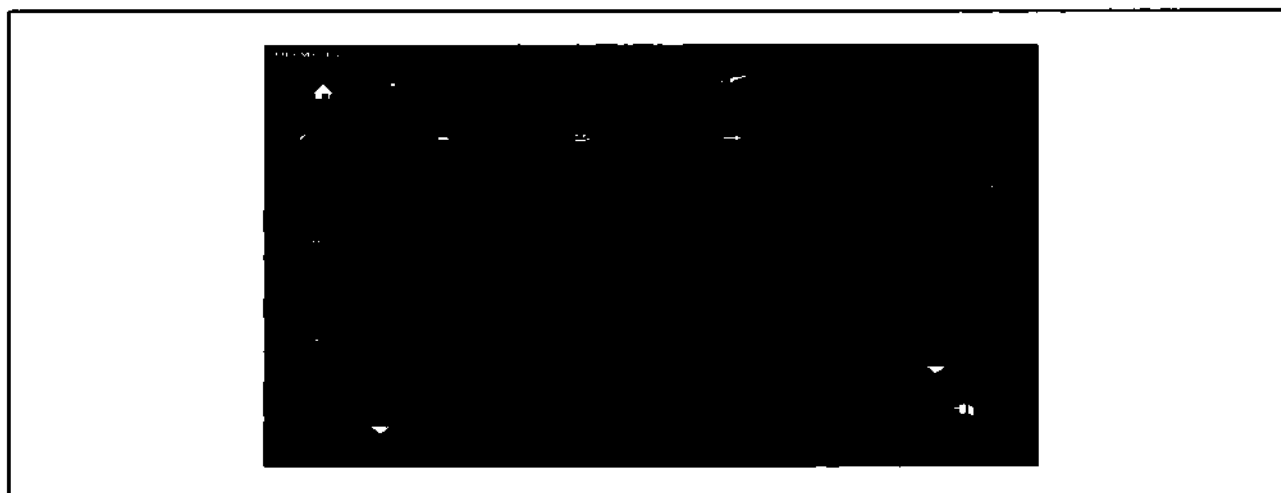

Рисунок 5.1
- Предварительный просмотр видеоизображения возможен на видеомониторе, цифровом записывающем устройстве, а также в окне хирургической камеры или камеры помещения (см. рис. 5.1), если подключить устройство захвата изображения к UCES-4 и выполнить настройки, описанные в «О Настройки видеомонитора» на стр. 154.